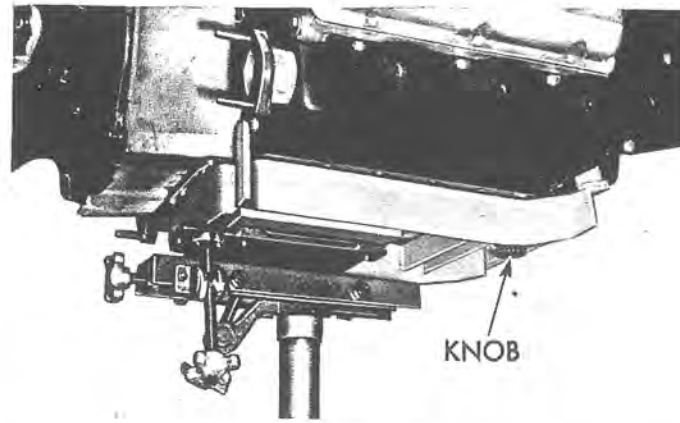

Fig. 1-7 - Motorsupport J-7894
15. Het motorsupport J-7894 met behulp van een hydraulische cric onder de motor plaatsen. De opsluitknop, in fig. 1-7 afgebeeld, aanbrengen en goed vastzetten. In